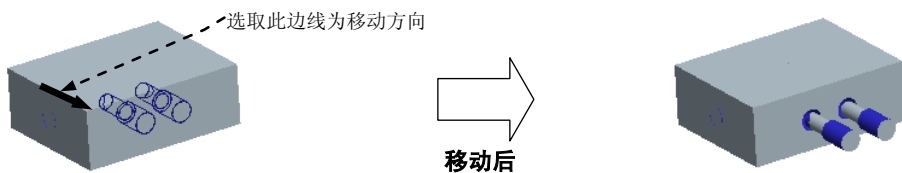

图 15.37 移动滑块
(1) 选择 **模具** 功能选项卡 **分析** ▾ 区域中的  命令。系统弹出 **▼ MOLD OPEN (模具开模)** 菜单管理器。
(2) 在系统弹出的“菜单管理器”菜单中选择 **Define Step (定义步骤)** → **Define Move (定义移动)** 命令。
(3) 在系统  为迁移号码: 选择构件。 的提示下, 在模型树上选取第一个滑块, 在“选择”对话框中单击 **确定** 按钮。
(4) 在系统  通过选择边、轴或面选择分解方向。 的提示下, 选取图 15.37 所示的边线为移动方向, 输入要移动的距离值 200, 然后按 Enter 键。
(5) 在 **▼ DEFINE STEP (定义步骤)** 菜单中选择 **Done (完成)** 命令, 移出后的状态如图 15.37 所示。